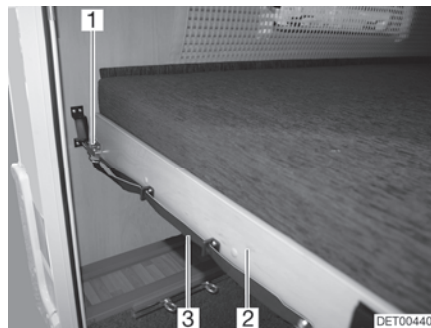

Fig. 77 Lit superposé (arrière)
*Transformer le lit superposé en garage arrière :* ■ Tirer sur la boucle (Fig. 77,3) et désenclencher le verrou (Fig. 77,1).
■ Tirer le sommier à lattes (Fig. 77,2) avec le matelas vers l'avant jusqu'à ce qu'il s'enclenche.